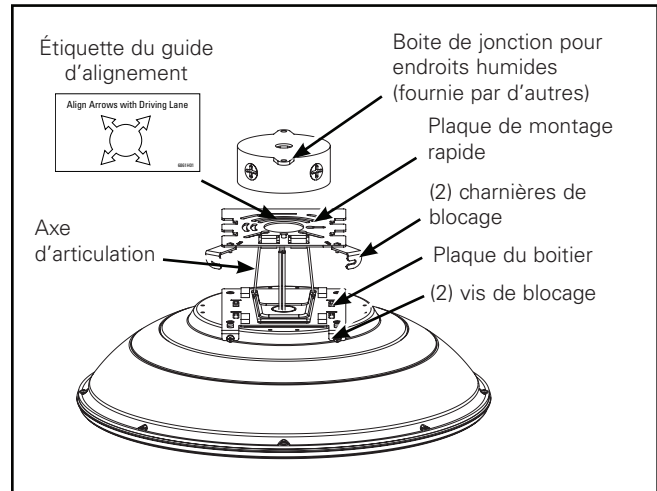

Figure 3.
Alignez la plaque de montage rapide avec la boîte de jonction en alignant les flèches avec le sens des traverses du parc de stationnement couvert (Figure 3). La direction des flèches doit être dans le sens de la circulation.
3. Décrochez la plaque de montage rapide de l'axe d'articulation (Figure 3).
4. Installez la plaque de montage rapide à une boîte de jonction pour endroits humides (fournie par d'autres) en utilisant la quincaillerie fournie (vis n° 8-32 x 19,1 mm [3/4 po] ou n° 6-32 x 19,1 mm [3/4 po]). Consultez le guide d'alignement ci-dessus pour voir l'alignement des flèches avec l'étiquette de la plaque de montage rapide (Figure 3).